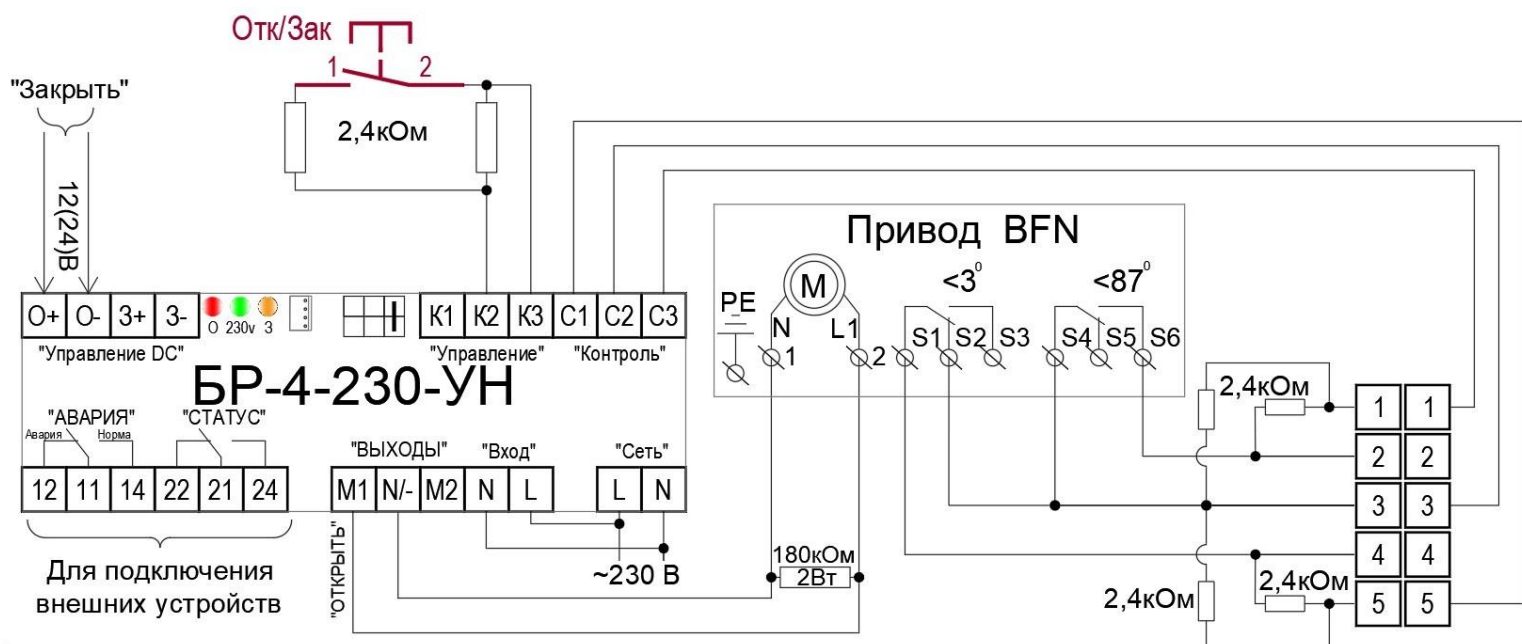

Рис. 4: Схема внешних подключений «БР-4-230-КП- Пд-УН-IP20» к **пружинному** приводу клапана.
Для стандартной работы Блока с **пружинным** приводом, как показано на **рис. 4**, необходимо установить **джампер «З»** (10)